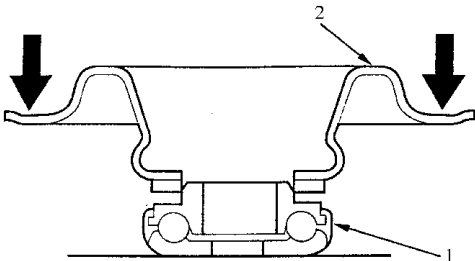

图 6-40 把减振器轴承安装到弹簧座上
1) 把减振器轴承安装在弹簧座上。不要通过敲击，把减振器轴承装配到弹簧座上。如图 6-40 所示，慢慢地推入弹簧座。